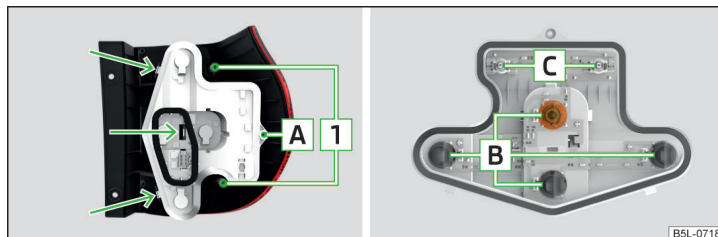
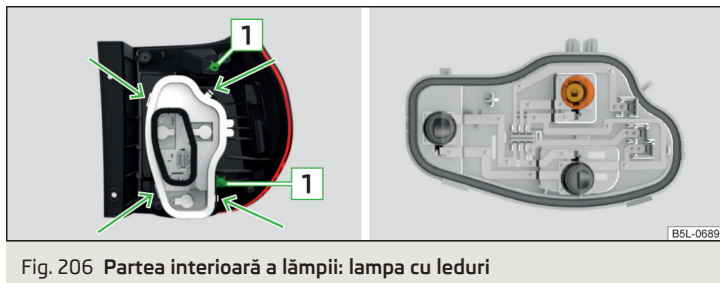

Fig. 205 Partea interioară a lămpii: Lampa de bază
Fig. 206 Partea interioară a lămpii: lampa cu leduri
- > Apăsăți cu grijă lampa în caroserie, astfel încât bolțurile » fig. 205 la pagina 182, respectiv » fig. 206 la pagina 183 ale lămpii să se fixeze în suporturile din caroserie » .
- › Deșurubați cu cheia din trusa de scule șurubul de siguranță **A** » fig. 205.
- › Deblocați suportul lămpii din zonele marcate cu săgeți » fig. 205 și scoateți-l din lampă.
- › Introduceți suportul becului în lampă și înșurubați șurubul de siguranță **A** » fig. 205.
- › Deblocați suportul lămpii din zonele marcate cu săgeți » fig. 206 și scoateți-l din lampă.
- › Rotiți becul respectiv » fig. 206 până la limită **în sens antiorar** și scoateți-l din suportul lămpii.